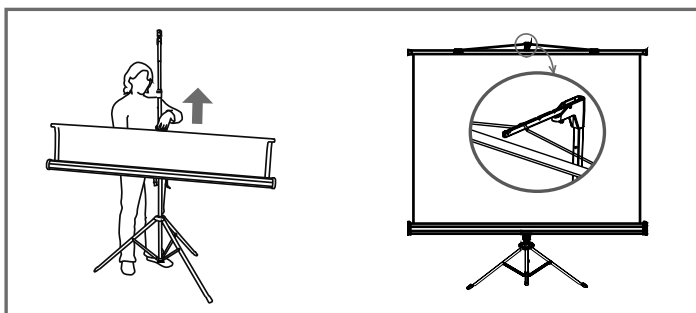

Рис. 4
- плавно вытяните полотно и зафиксируйте крепежную рамку в гнезде на наконечнике штатива, либо, при необходимости, на корректоре трапеции (рис. 4);